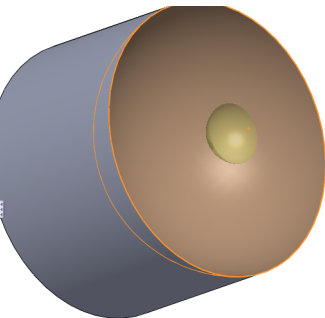

图 7-56 设置参数值
(3) 弹出【等距曲面】属性管理器，在绘图区中，选择中间的上表面对象，设置【等距距离】为 20，如图 7-56 所示。